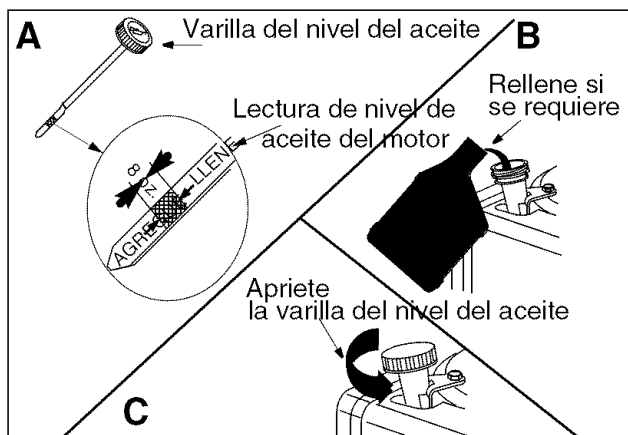

Figura 13
1. Con el motor ubicado en suelo parejo, el aceite debe estar en la marca FULL (lleno) de la varilla del nivel de aceite. Vea la Figura 13 .